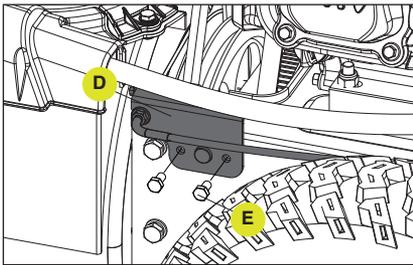

Figure 57
- Retirez la plaque de la tarière (D) comme indiqué à l'avant du moteur en retirant les deux boulons M6 × 12 (E). (Fig. 57)